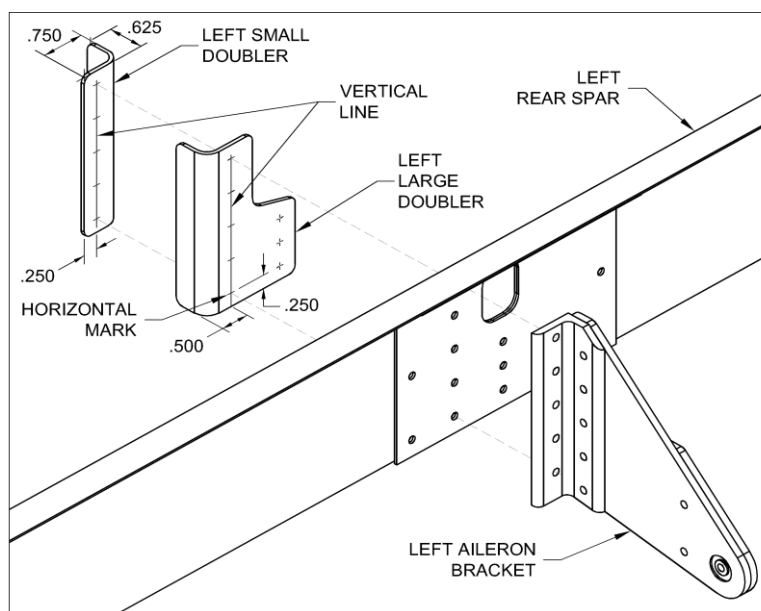

FIGURA 11: FURAR O "AILERON ATTACH DOUBLER"
Passo 16 (RV-3 & 4, somente): O doubler pequeno tem um flange de 0,750" (19,1 m/m) e uma flange de 0,625 m/m (15,9 m/m); riscar uma linha vertical no flange de 0,750" (19,1 m/m), a 0,250" (6,4 m/m) da borda, como mostrado na figura 11.
Passo 19 (RV-3 & RV-4, somente): Colocar o doubler pequeno à frente do doubler maior, como mostrado na Figura 11 e alinhe as extremidades superior e inferior. Centralizar a linha vertical no doubler menor nos furos do doubler maior, prenda as duas peças, em seguida furar com broca #30 os furos do doubler maior para o doubler menor. Desrebarbar os furos de ambos os doublers.